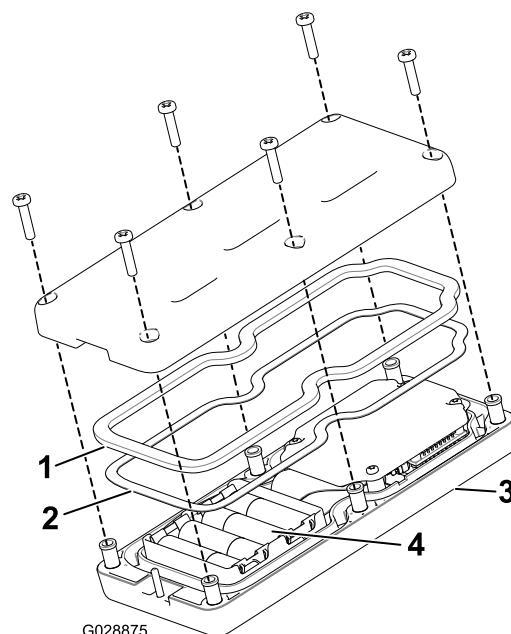

Figure 12
2. Placez chaque pile dans un des emplacements du logement en respectant la polarité. (Si les piles ne sont pas installées correctement, la télécommande ne sera pas endommagée, mais elle ne fonctionnera pas). Les marquages de polarité sont gravés sur le logement pour chaque borne (Figure 12).
- télécommande puis remettez le couvercle arrière en place (Figure 12).
- Fixez le couvercle avec 6 vis (Figure 12) serrées à un couple de 1,5 à 1,7 N·m.